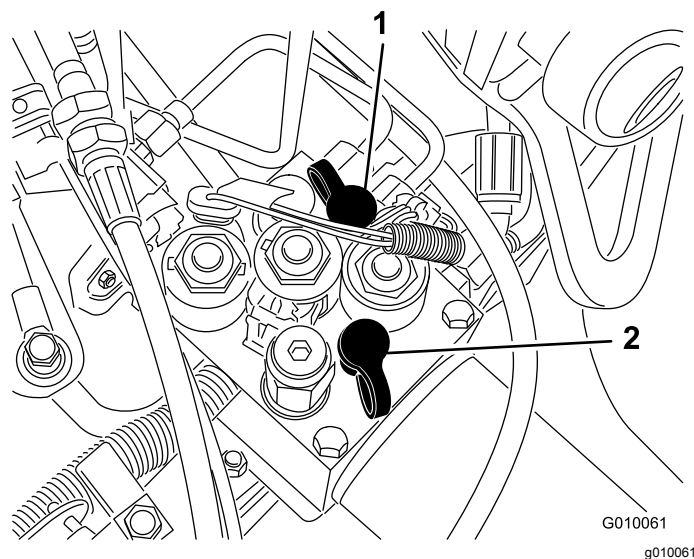

Figura 61
- Il foro diagnostico G 2 (Figura 61) agevola la diagnostica del circuito di ricarica della trazione.
- Il foro diagnostico G 1 (Figura 61) agevola la diagnostica della pressione del circuito di sollevamento.